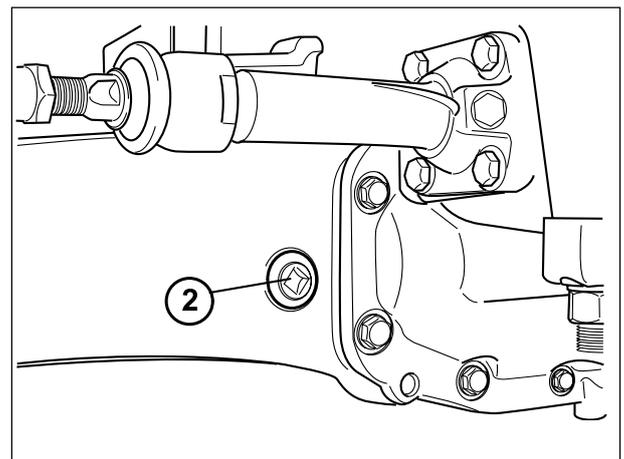

Fig.5-20 - Eixo dianteiro
3. Remova o tampão de nível (2. Fig.5-20) do corpo central do eixo. O óleo deve ficar ao nível do furo. Se for necessário, ateste com óleo do tipo prescrito através do mesmo tampão de enchimento (2- Fig.5-20).